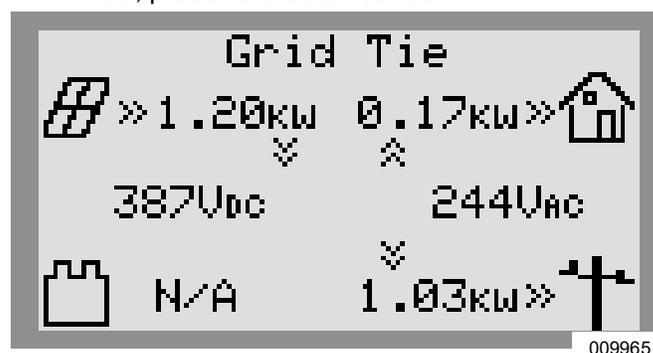

Figura 3-3. Selección de modos de sistema (1 de 5)
1. Consulte la Figura 3-3. Mientras ve la pantalla de inicio, presione el botón central.